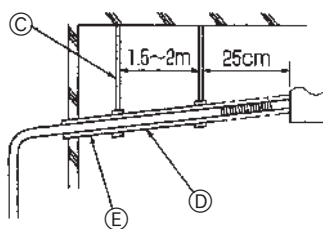

Fig. 8-2
- (4) Убедитесь, что градиент наклона дренажного шланга больше 1/100. (Fig. 8-2)